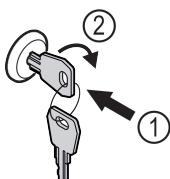

Fig. 140
- Shtyni çelësin brenda Fig. 140 (1).
- Rrotulloni çelësin me  $90^\circ$  në drejtimin orar Fig. 140 (2).